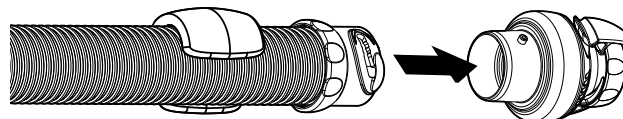

Figure 6
2. Raccorder la soupape de régulation du débit à la première section du flexible. La première section est celle qui comporte un flotteur en mousse préalablement installé (Figure 6).